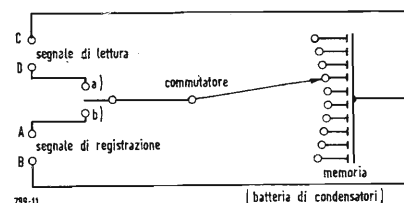

Fig. 1 - Principio di una memoria elettrostatica
Immaginiamo una batteria di p condensatori identici le cui armature rispettive sono collegate le une ad un punto comune, le altre ad un commutatore secondo lo schema di fig. 1.
2.1.2.1. *Con prelevamento di cariche.* È il caso più semplice indicato in 2.1 quando si è esposto il principio generale di funzionamento di una memoria elettrostatica (fig. 1).